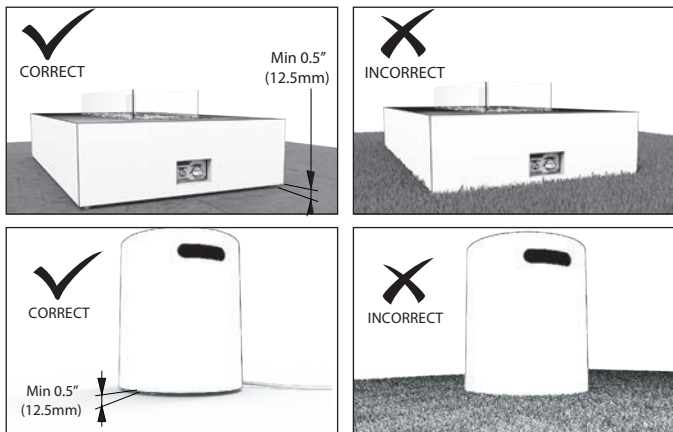

Imagen 1
3. No coloque la chimenea sobre la césped, césped artificial, alfombra, roca o cualquier superficie irregular. Ver imagen 1.
4. Siga las mismas instrucciones abajo para la cubierta del tanque de gas LP (si se compró). Ver imagen 1.